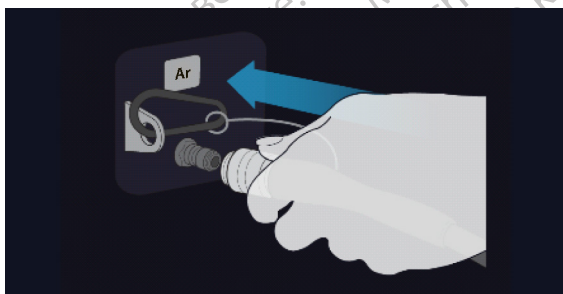

Figura 10. Conectați linia de aprovizionare cu gaz de argon
4. Conectați linia de aprovizionare cu gaz pentru presiune ridicată la admisia argonului de pe consolă, utilizând conectorul de conectare rapidă situat în partea din spate a consolei (consultați Figura 10).